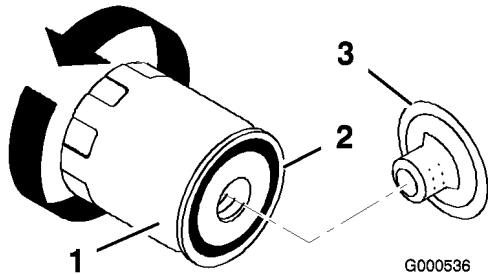

Figure 27
- Changez le filtre à huile au besoin (Figure 27).
- Déposez le filtre à huile usagé et essuyez la surface du joint de l'adaptateur (Figure 27).
- Appliquez une fine couche d'huile propre sur le joint en caoutchouc du filtre de rechange (Figure 27).
4. Posez le filtre à huile de rechange sur l'adaptateur. Tournez le filtre dans le sens horaire jusqu'à ce que le joint touche l'adaptateur, puis donnez 1/2 à 3/4 de tour supplémentaire (Figure 27).